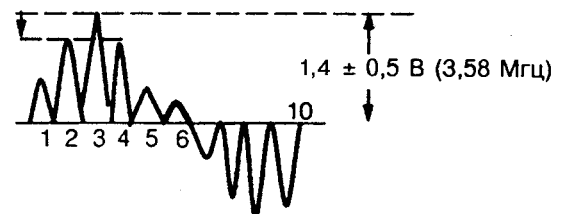

Рис. 9
6. Удостоверьтесь, что сигналограмма соответствует **рис. 9**:
9. Отрегулируйте подстройку оттенка так, чтобы пики сигналограммы были бы близки к показанным на **рис. 9**. (Пики в точках 2 и 4 имеют одинаковый уровень).